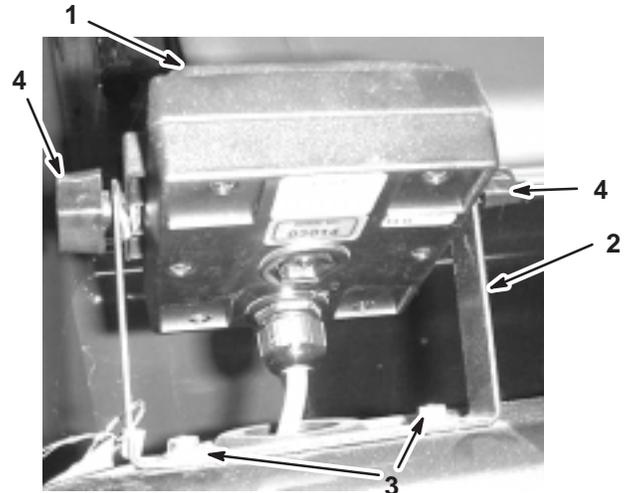

Bild 3
1. Montieren Sie die Steuergeräthalterung mit zwei Bundbolzen (1/4 x 3/4 Zoll) und zwei Bundmutter (1/4 Zoll) am Armaturenbrett (Bild 3).
2. Montieren Sie die zwei Schlossschrauben, Gummischeiben und Handräder lose auf der Halterung, wie in Bild 3 und 4 dargestellt.
5. Montieren Sie das Spray Pro-Steuergerät über den Köpfen der Schlossschrauben (Bild 3) und ziehen Sie die Handräder an, um es zu befestigen.